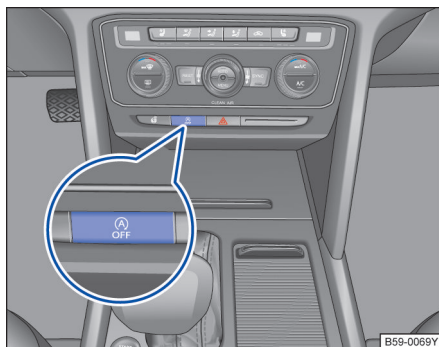

图 144 启停系统按钮
- 按两次按钮  → 图 144。
- 按下按钮  → 图 144。